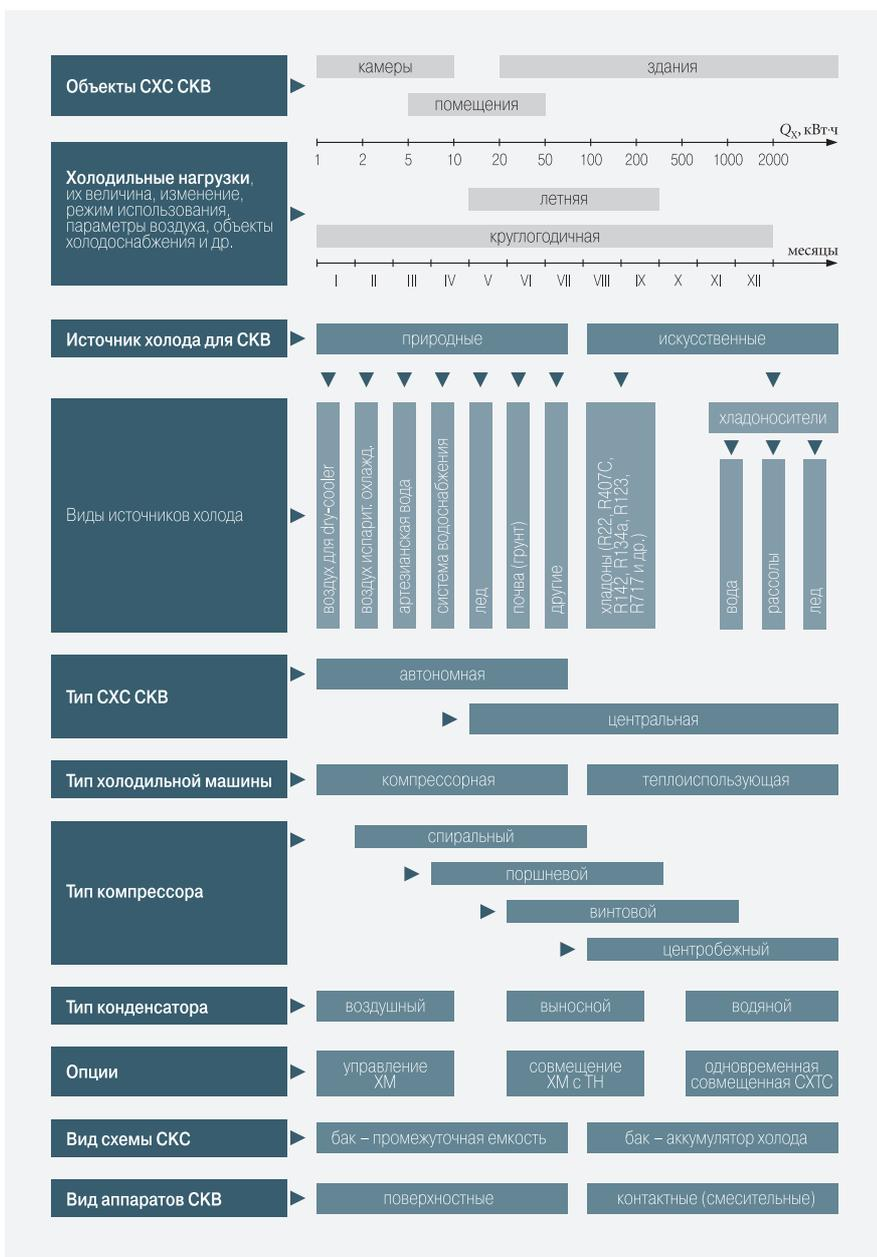

Рис. 2. Классификационный график основных источников холода в СХС СКВ
- по виду хладоносителей и хладонов (рис. 2), которые можно разделить на природные (естественные) и искусственные;